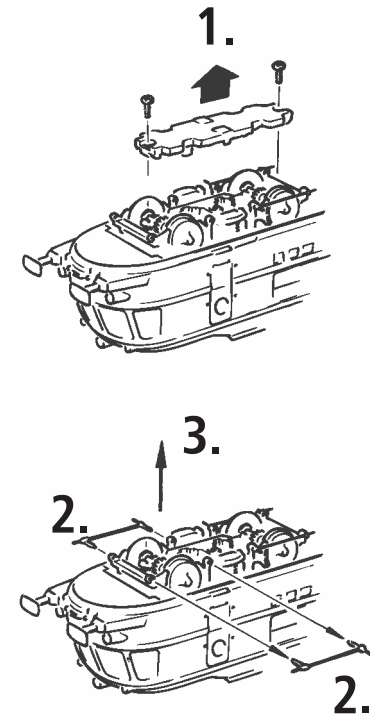

Fig. 8
**Fahrtrichtungsabhängige Stirnbeleuchtung des Steuerwagens:** Im Auslieferungszustand ist der Steuerwagen mit einem Achsschleppkontakt ausgerüstet, mit dem ein fahrtrichtungsabhängiger Lichtwechsel beim Steuerwagen realisiert wird (Fig. 8).
Basically the driving trailer is equipped with a reverser (installed on the axle), which enables the directional head-light-control of the driving trailer (fig. 8).
D'usine la voiture pilote est équipé d'un inverseur frottant installé sur un essieu de la voiture qui assure ainsi l'inversion des feux (voir fig. 8).